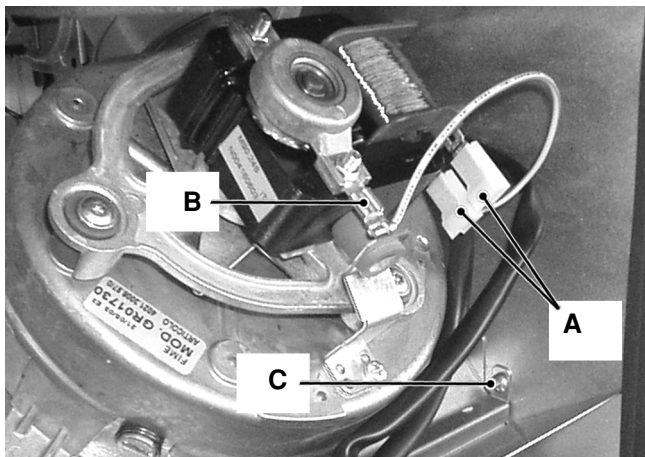

fig. 1
- 2) Scollegare i connettori **A** (fig.1) e misurare la resistenza elettrica del motore che deve essere come da tabella sottostante (alla temperatura ambiente).
- 2) Scollegare i connettori **A** e la connessione di terra **B** (fig.1).